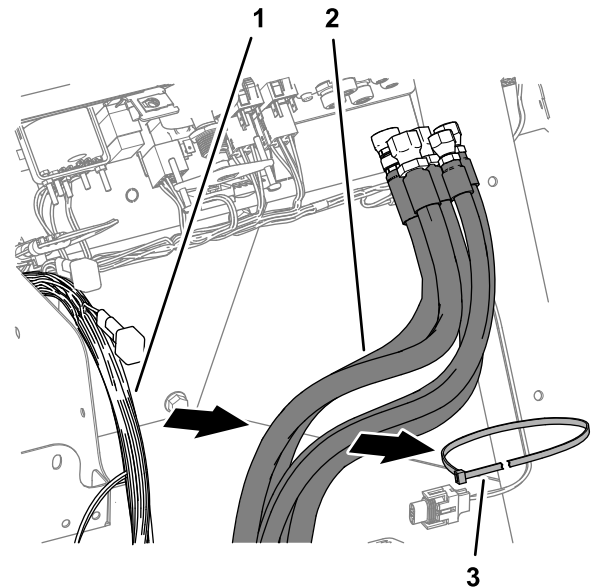

Figura 49
4. Retire la brida que sujeta las mangueras de dirección al arnés de cables de la máquina (Figura 49).